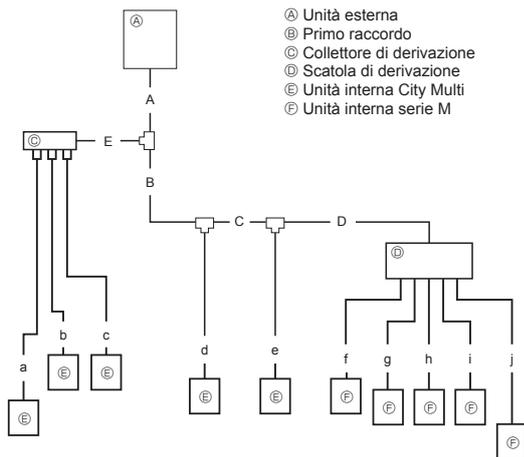

Fig. 4-7
4.1.3-4 Selezione delle dimensioni tubo (Fig. 4-7)